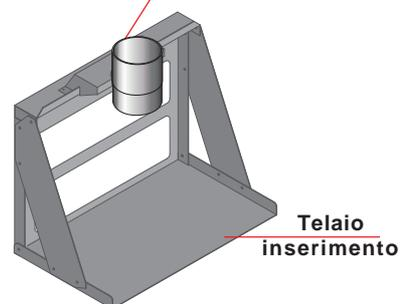

fig.27
**7)** Su richiesta la CLAM può fornire un kit "telaio inserimento" (fig.27) per l'alloggio del calorsystem. Questo sistema viene utilizzato nel caso in cui è necessario e possibile intubare la vecchia canna fino al comignolo.
Il telaio viene spedito all'interno dell'imballo completamente smontato; utilizzando le viti in dotazione assemblare gli elementi fino ad ottenere la configurazione rappresentata in fig.27.